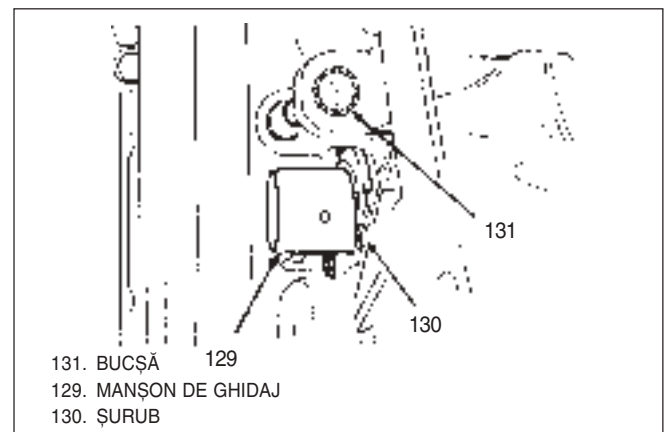

Fig. 59 Șuruburi mașon ghidaj rulment
### ↔ Demontare sau deconectare (Fig 59, 61, 62, 63 și 65)
7) Ghidaj rulment de debreiere, Fig 59.